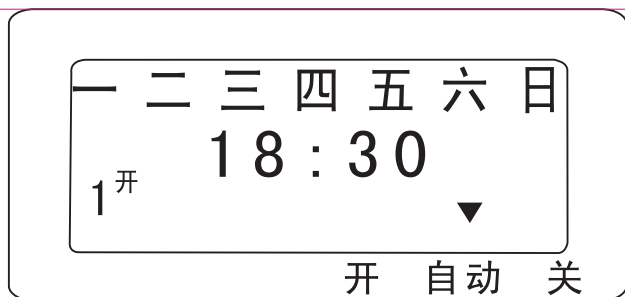
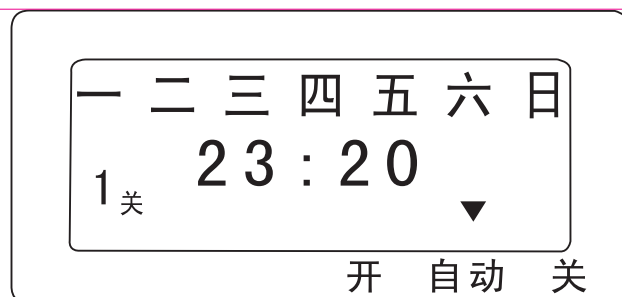

图3
图4
5.7 按“自动/手动”键,可直接开或关电路,要让开关自动时,应先按“自动/手动”键将显示屏下方“□”符号调到“关”位置,然后按下此键调到“自动”位置;例如:每天晚上18时30分自动开启,按以上第2点设定如图3,每天夜里23点20分自动关闭,按以上第3点设定如图4,按第4点调试使液晶上(2^开、2^关……10^开、10^关)显示为“——:——”图样,再按第6点、第7点进行操作。